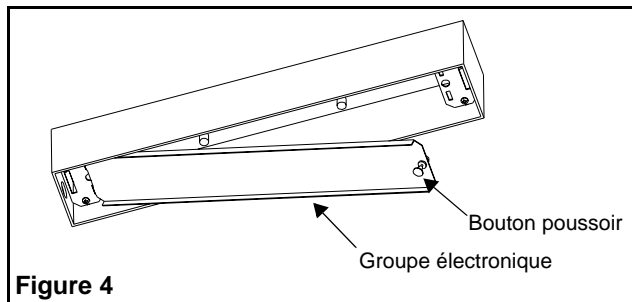

Figure 4
11. Mettre en place le groupe électronique dans le boîtier en insérant les languettes situées au bout de la plaque dans les fentes rectangulaires du boîtier. Enfoncer le bouton poussoir dans l'œillet de retenue (voir fig. 4).